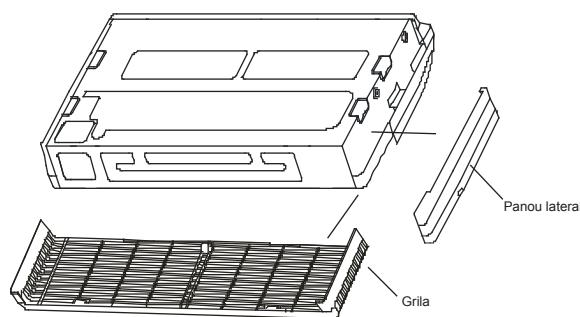

Fig.49-9
1. Demontati panourile laterale si grila (Fig 49-9). In cazul unitatilor de 48000 Btu si 60000BTU, nu se va demonta grila.